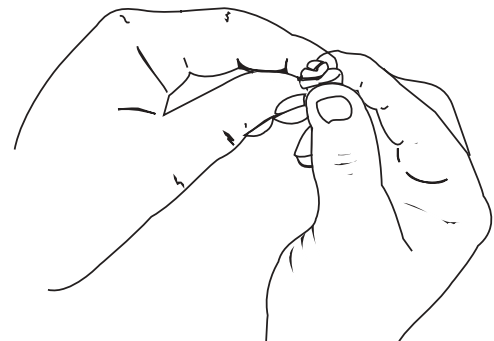

Abb. 25
5. Auf den Filter drücken, damit das Öl verteilt und der Überschuß ausgestoßen wird (Abb. 25).